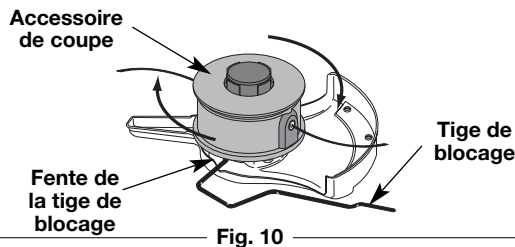

Fig. 10
3. Tout en tenant la tige de blocage, retirez l'accessoire de coupe de l'arbre de sortie en le tournant à droite (Fig. 10). Rangez l'accessoire de coupe pour un usage ultérieur.